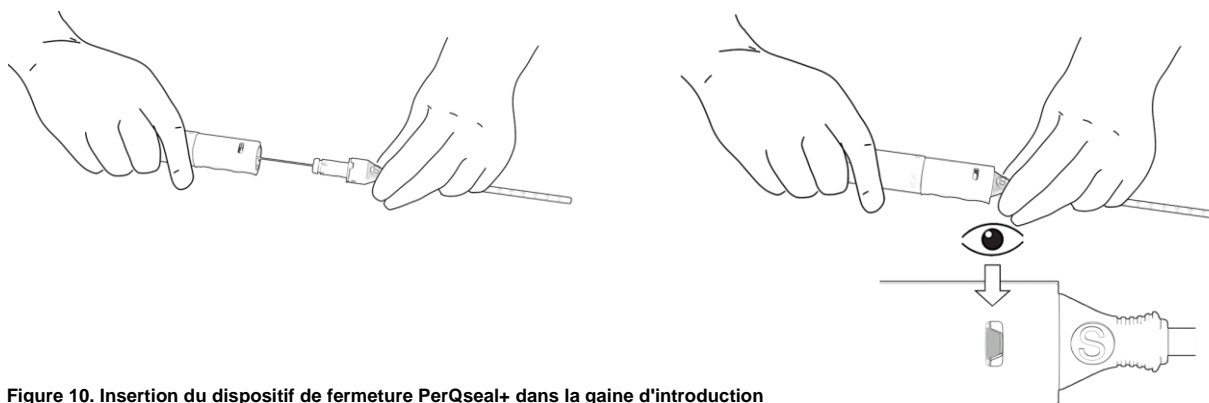

Figure 10. Insertion du dispositif de fermeture PerQseal+ dans la gaine d'introduction
- c. Avec le raccord de la gaine d'introduction dans une main et le manche du dispositif dans l'autre, faire progresser soigneusement le manche du dispositif. S'assurer que les indicateurs de la gaine d'introduction et le manche sont alignés, et que l'ensemble canule de chargement/raccord de gaine se verrouille (clic) dans le manche du dispositif. Noter l'indicateur de couleur verte dans la fenêtre. Celle-ci confirme le bon verrouillage du manche du dispositif de fermeture PerQseal+. Figure 10.